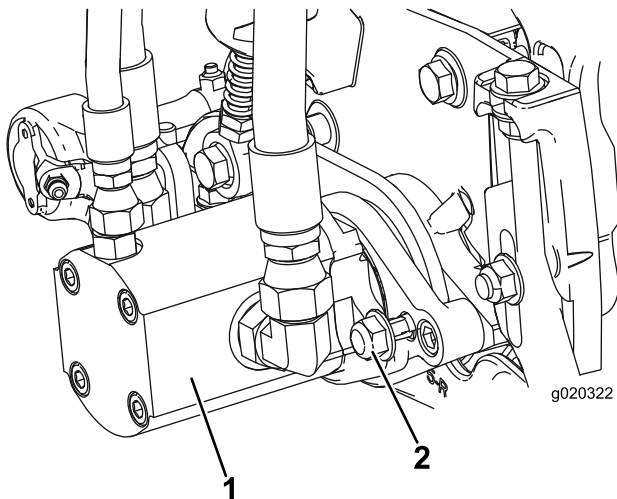

图 13
3. 以顺时针旋转的方式插入马达以使马达凸缘与锁紧螺母保持一定空隙 (图 13)。